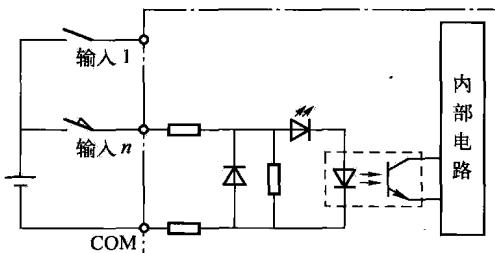

图1-3 直流开关量输入模块
(1) 开关量输入模块：开关量输入设备是各种开关、按钮、传感器等，通常，PLC的输入类型可以是直流、交流和交直流。输入电路的电源可由外部供给，有的也可由PLC内部提供。图1-3和图1-4所示分别为PLC的直流和交流输入接口电路的电路图，采用的是外接电源。